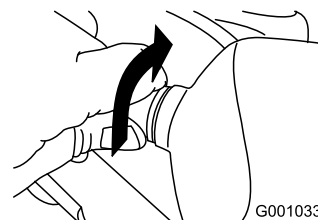

Рисунок 58
2. Поверните цоколь лампы против часовой стрелки до упора (Рисунок 58).